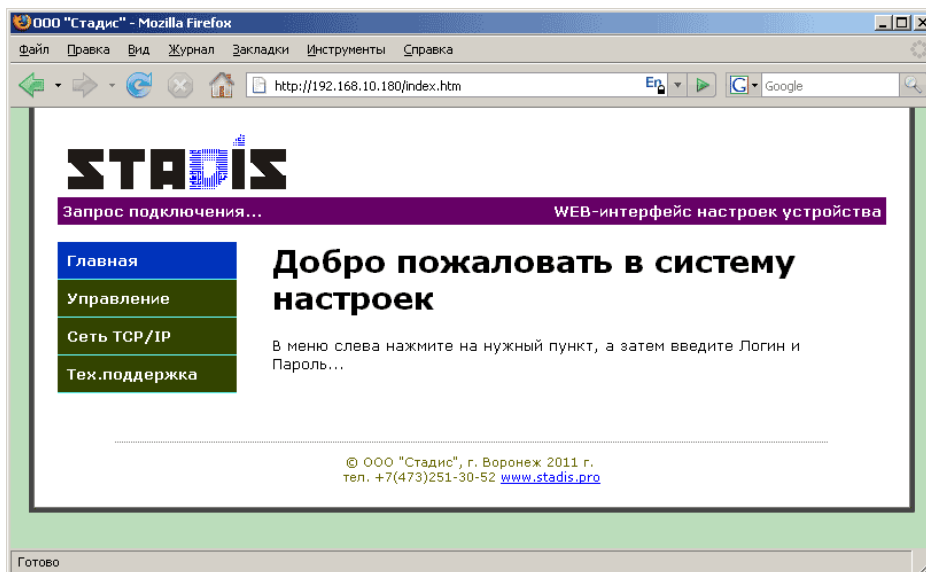

Рисунок 3 – Главная страница WEB-интерфейса прибора
6. В адресной строке наберите IP-адрес прибора (по умолчанию 192.168.10.180) (см. п. 2), и нажмите кнопку «ОК» на панели «Настройка локальной сети», после чего в окне браузера появится главная страница WEB-интерфейса прибора (см. рис. 3).